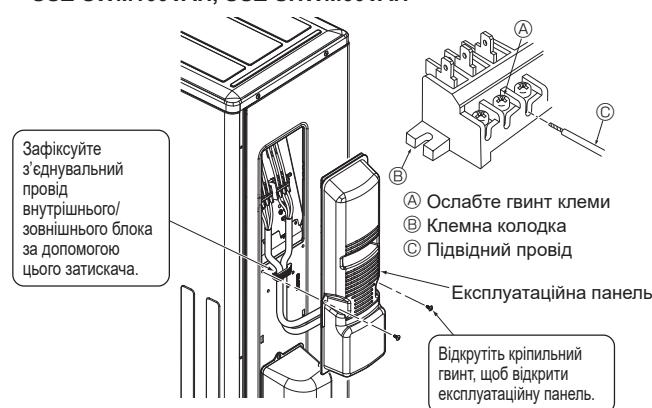

Fig. 6-3
6.1. Зовнішній блок (Fig. 6-1, Fig. 6-2, Fig. 6-3)
- ① Зніміть експлуатаційну панель.
- ② Прокладіть кабелі як показано на Fig. 6-1, Fig. 6-2 та Fig. 6-3.